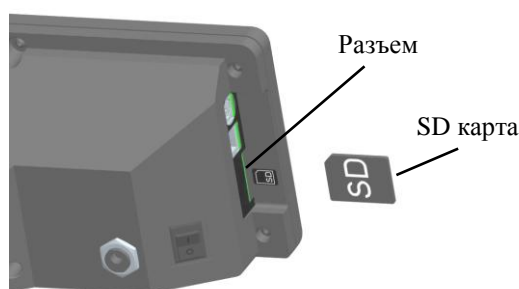

Рис. 13. Установка карты в терминал
- вставить карту в разъем терминала (Рис. 13) до появления легкого щелчка, означающего фиксирование карты в разъеме;